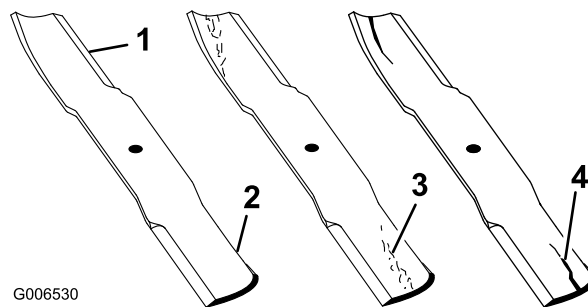

Figura 22
2. Examine cuidadosamente as extremidades da lâmina, prestando especial atenção à zona onde se encontram as partes curvas e planas da lâmina (Figura 22). Verifique o estado da lâmina antes da operação de corte, pois a areia e outros materiais abrasivos podem ter desgastado o metal que liga as partes curva e plana da lâmina. Se notar algum desgaste (Figura 22), substitua a lâmina; consulte Retirar a lâmina de corte.
Se a lâmina continuar a sofrer este tipo de desgaste irá formar-se uma ranhura entre a parte curva e a parte plana da lâmina (Figura 22). Eventualmente, pode soltar-se algum pedaço da lâmina e projectar-se, ferindo-o a si ou a qualquer pessoa próxima.